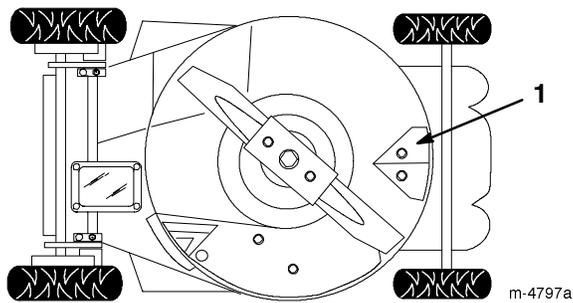

Bild 18
Halten Sie die Unterseite des Schneidwerks sauber. Achten Sie besonders darauf, die Kicker sauber zu halten (Bild 18).
4. Kippen Sie den Rasenmäher auf seine **linke** Seite (Luftfilter hoch) (Bild 18).